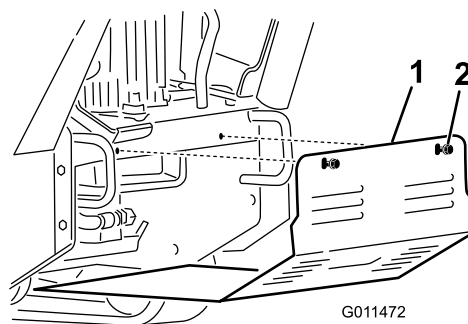

Figura 25
3. Afloje secuencialmente los 2 pernos que sujetan el protector inferior hasta que el deflector quede libre (Figura 25).
5. Para instalar el protector antes de utilizar la máquina, deslice el protector inferior en la máquina de modo que descansa sobre las 4 pestañas y sujételo con los 2 pernos que aflojó anteriormente (Figura 25).